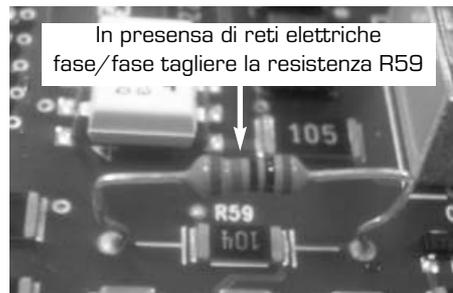

Fig. 13
2.13 COLLEGAMENTO ELETTRICO IMPIANTO A ZONE (fig. 13/a)